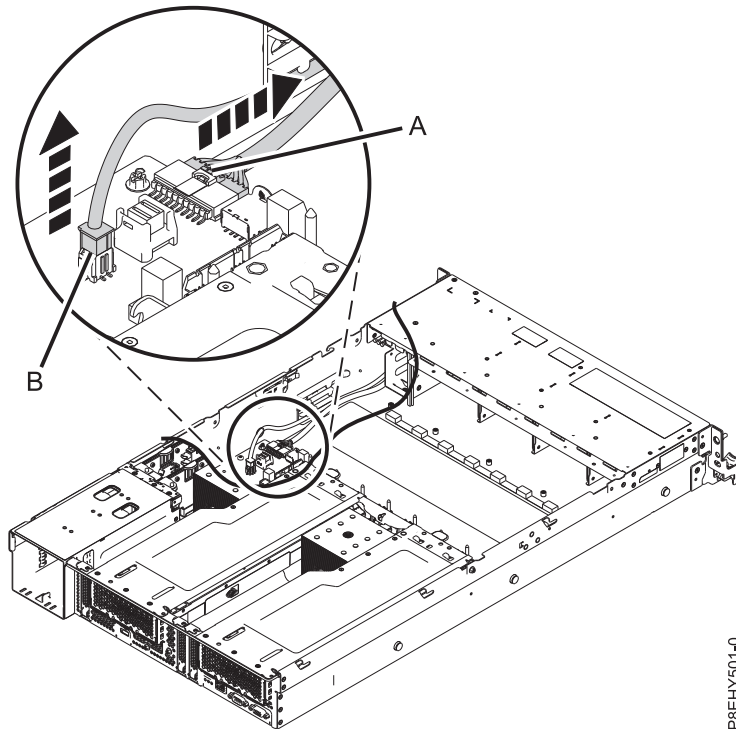

Figure 56. Retrait du câble USB avant et du câble d'interrupteur d'alimentation du fond de panier système et de la carte de ventilateur d'unité de disque
5. En appuyant sur le levier de dégagement du connecteur, débranchez le câble USB avant (A). Voir figure 56, à la page 59.
6. En appuyant sur le levier de dégagement du connecteur, débranchez le câble d'interrupteur d'alimentation (B) du fond de panier système. Voir figure 56.